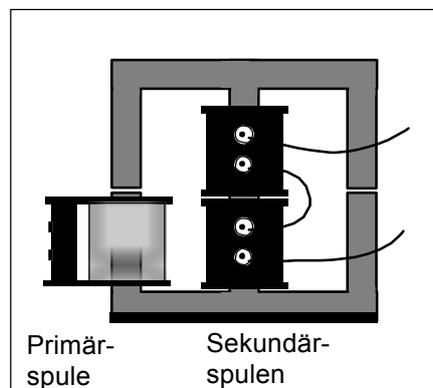

Abb. 2
3. Ersetzen Sie nun die Spule mit 800 Wdg. gegen zwei mit je 400 Wdg. und schalten diese in Reihe, wie in Abb. 2 gezeigt. Verbinden Sie die offenen Enden des Sekundärspulenpaares wieder mit einem 1000 Ω Widerstand als Lastwiderstand. Wiederholen Sie die Messungen wie in Schritt 2 beschrieben und tragen die Ergebnisse wieder in Tabelle 4.1 ein.